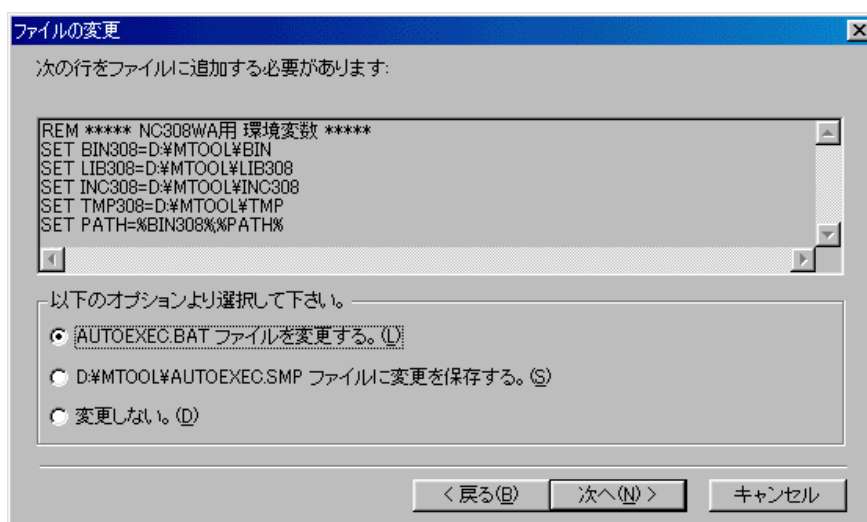

図 5-1 環境変数設定ウインドウ
- ( 3 ) インストール時に AUTOEXEC.BAT を変更する画面 ( 図 5-1 ) が表示されます。